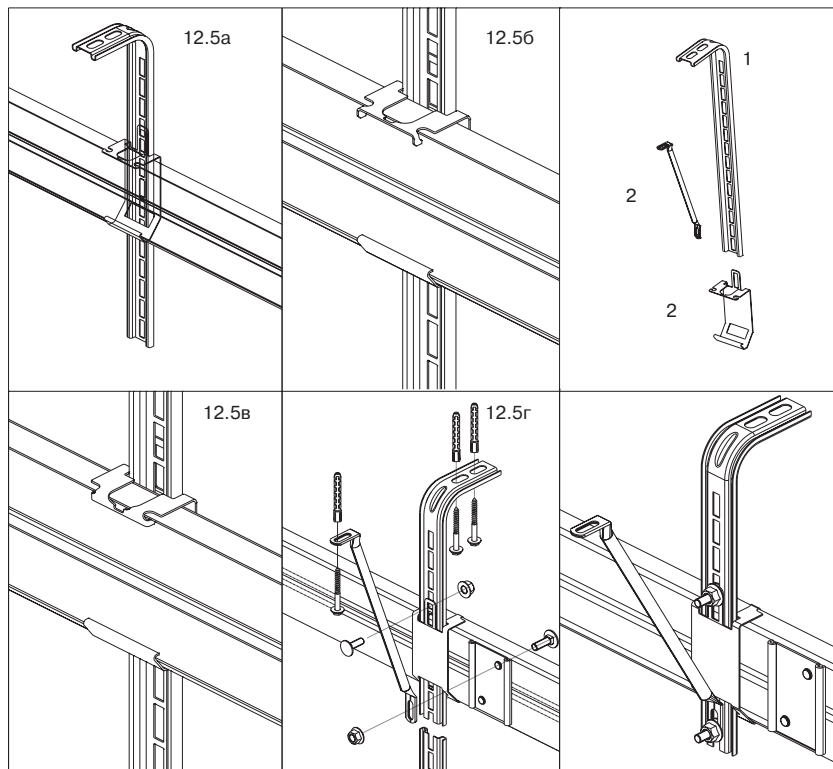

Рис. 12.5.
Установка подвесов производится в следующем порядке (рис. 12.5):
- завести кронштейн подвеса (1) в кронштейн (2), охватывающий горизонтальную направляющую;
- установить полученную подсобку на горизонтальную направляющую (рис. 12.5а);
- загнуть усы кронштейна (2) в соответствии с рис. 12.5б;
- загнуть переднюю кромку кронштейна (2) внутрь направляющей в соответствии с рис. 12.5в;
- закрепить кронштейн подвеса (1) к кронштейну (2) винтом М6х16 с полукруглой головкой и гайкой с буртиком;
- закрепить раскос подвеса (3) к кронштейну (1) винтом М6х16 с полукруглой головкой и гайкой с буртиком;
- к потолочному перекрытию подвес закрепляется в соответствии с рис. 12.5г;
- при необходимости отрезать лишнюю выступающую снизу часть кронштейна подвеса (1).